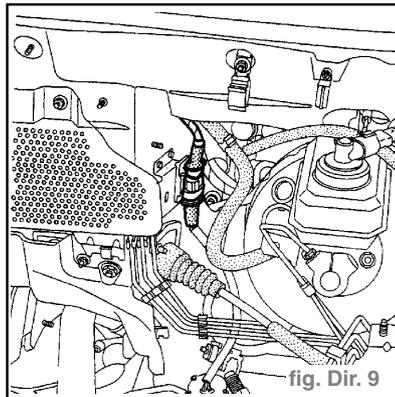

fig. Dir. 9
- Débrancher le connecteur du solénoïde de l'actionneur de direction assistée variable. (fig. Dir. 9)